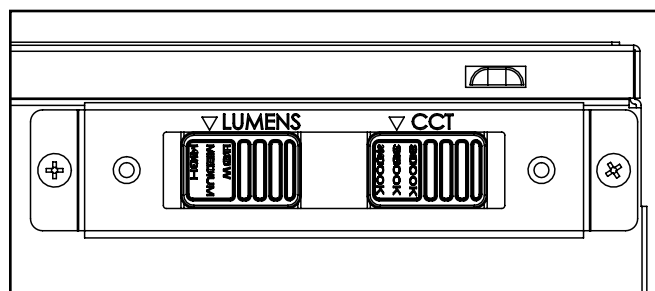

Figure 7.
9. Pendant que le luminaire est sous tension, utilisez l'interrupteur de lumens et l'interrupteur TCP (si équipé) pour régler le niveau d'intensité de lumens et le TCP du luminaire (Figure 7). Consultez l'étiquette sur le dessus du pilote pour connaître chaque réglage de lumens et de tensions.